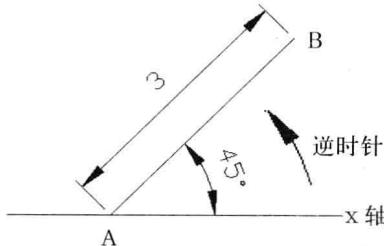

图 3-1-4
(1) 单击“直线”按钮 ，命令行提示“指定第一点”，单击一点，确定 A 点位置。
(2) 命令行提示“指定下一点或[放弃 (U)]”，输入 B 点相对极坐标值 “@3<45”，按 Enter 键，创建直线 AB，按 Enter 键，结束直线操作，直线 AB 如图 3-1-4 所示，长度为 3，与 X 轴的夹角为 45 度。